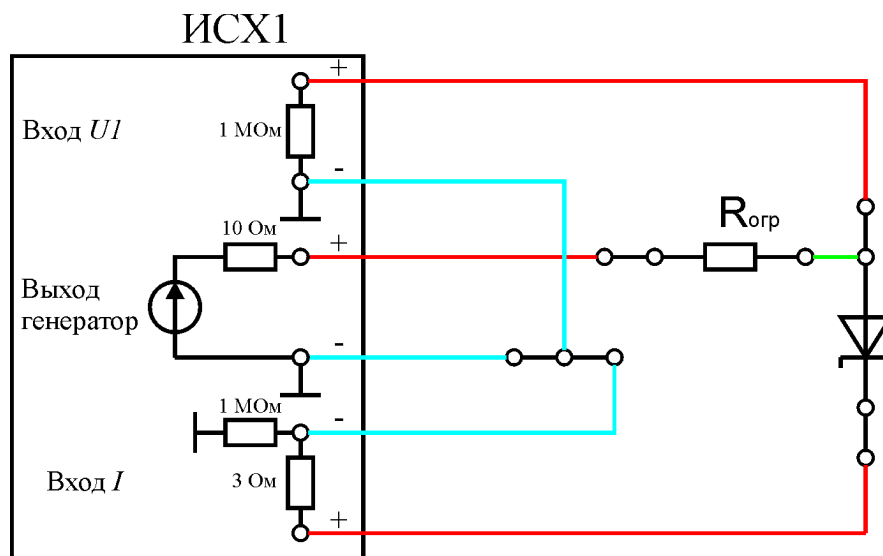

Рис. 4
Рекомендуется для исследования диода выбрать схему для обратного смещения рис. 4. В этом случае обратная ветвь будет отображаться корректно, а прямая - иметь ошибку определения падения напряжения на диоде не более 10%.
1. Подключите стенд СЗ-ТТ03 к измерителю статических характеристик ИСХ1 (разъем на задней панели) и соберите электрическую схему рис.4.